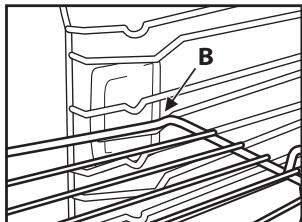

Fig. 2
2. Skråstill risten ved blokkeringstillingen "B" (Fig. 2).